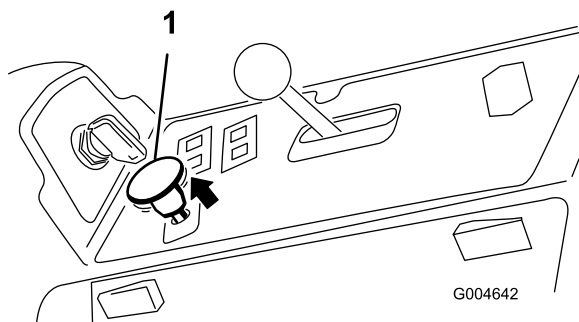

Figure 22
3. Tirez sur la commande de PDF pour engager la PDF (Figure 22).